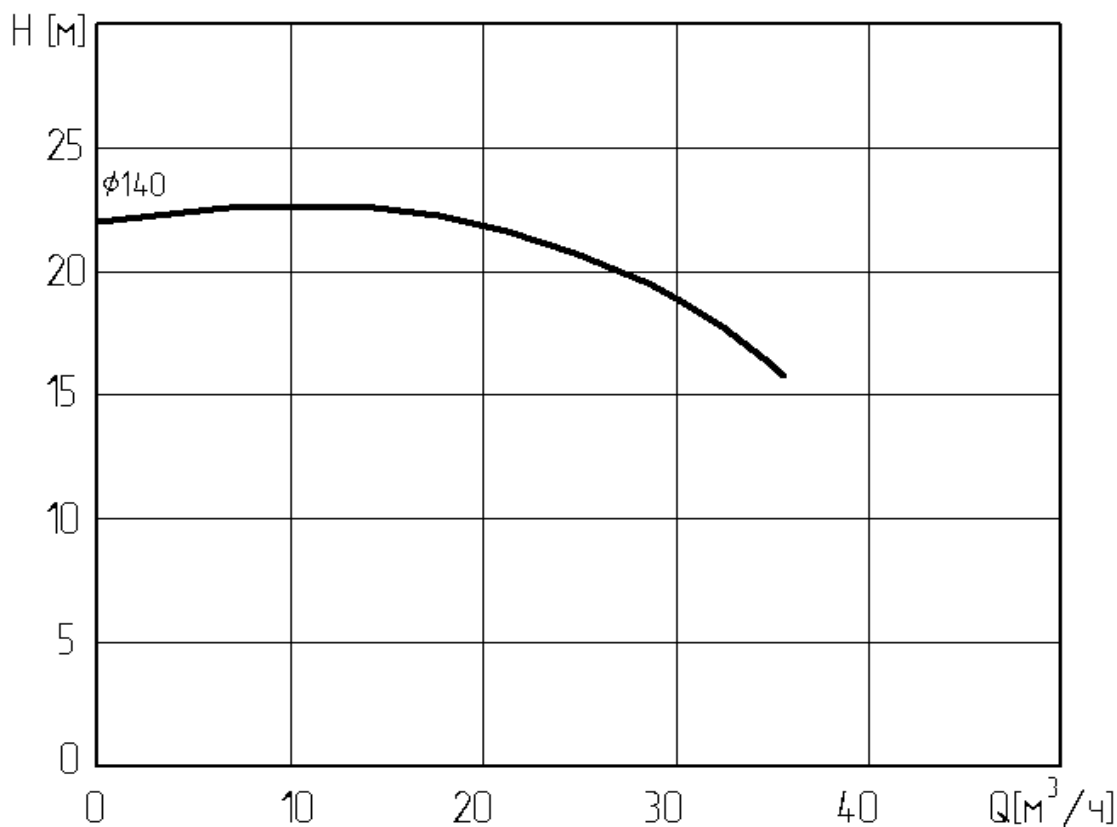

Рис. 1 Рабочие характеристики насоса «Иртыш»:
2.5. Рабочие характеристики насосов (рис. 1 – 10):